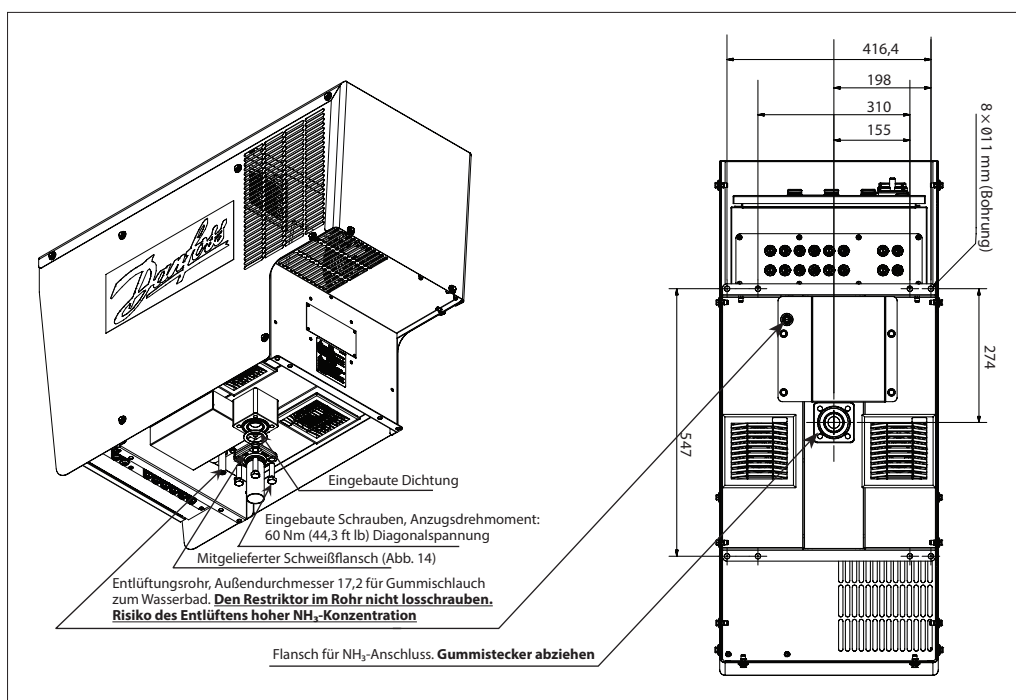

Abb. 13 Ammoniakanschluss
1. Bereiten Sie die Ammoniakleitungen mit dem Schweißflansch gemäß Abb. 13 und 14 vor. Der Mindestinnendurchmesser der Haupt-/Ablassleitungen darf nie kleiner als 37 mm (1,5 Zoll) sein.
3. Heben Sie den Entlüfter an den Hebeösen auf beiden Seiten des Entlüfterschranks in Position. **Ziehen Sie den Gummistopfen aus der Flanschöffnung. Siehe Abb. 13.**